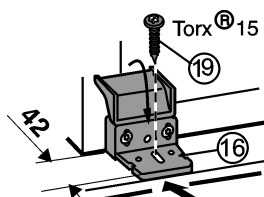

Fig. 22
- ▶ Kunststofvinklen Fig. 22 (16) formonteres med lang skru Fig. 22 (19) midt gennem langhullet.
- ▶ Kunststofvinklens Fig. 22 (16) afdækning klappes i.